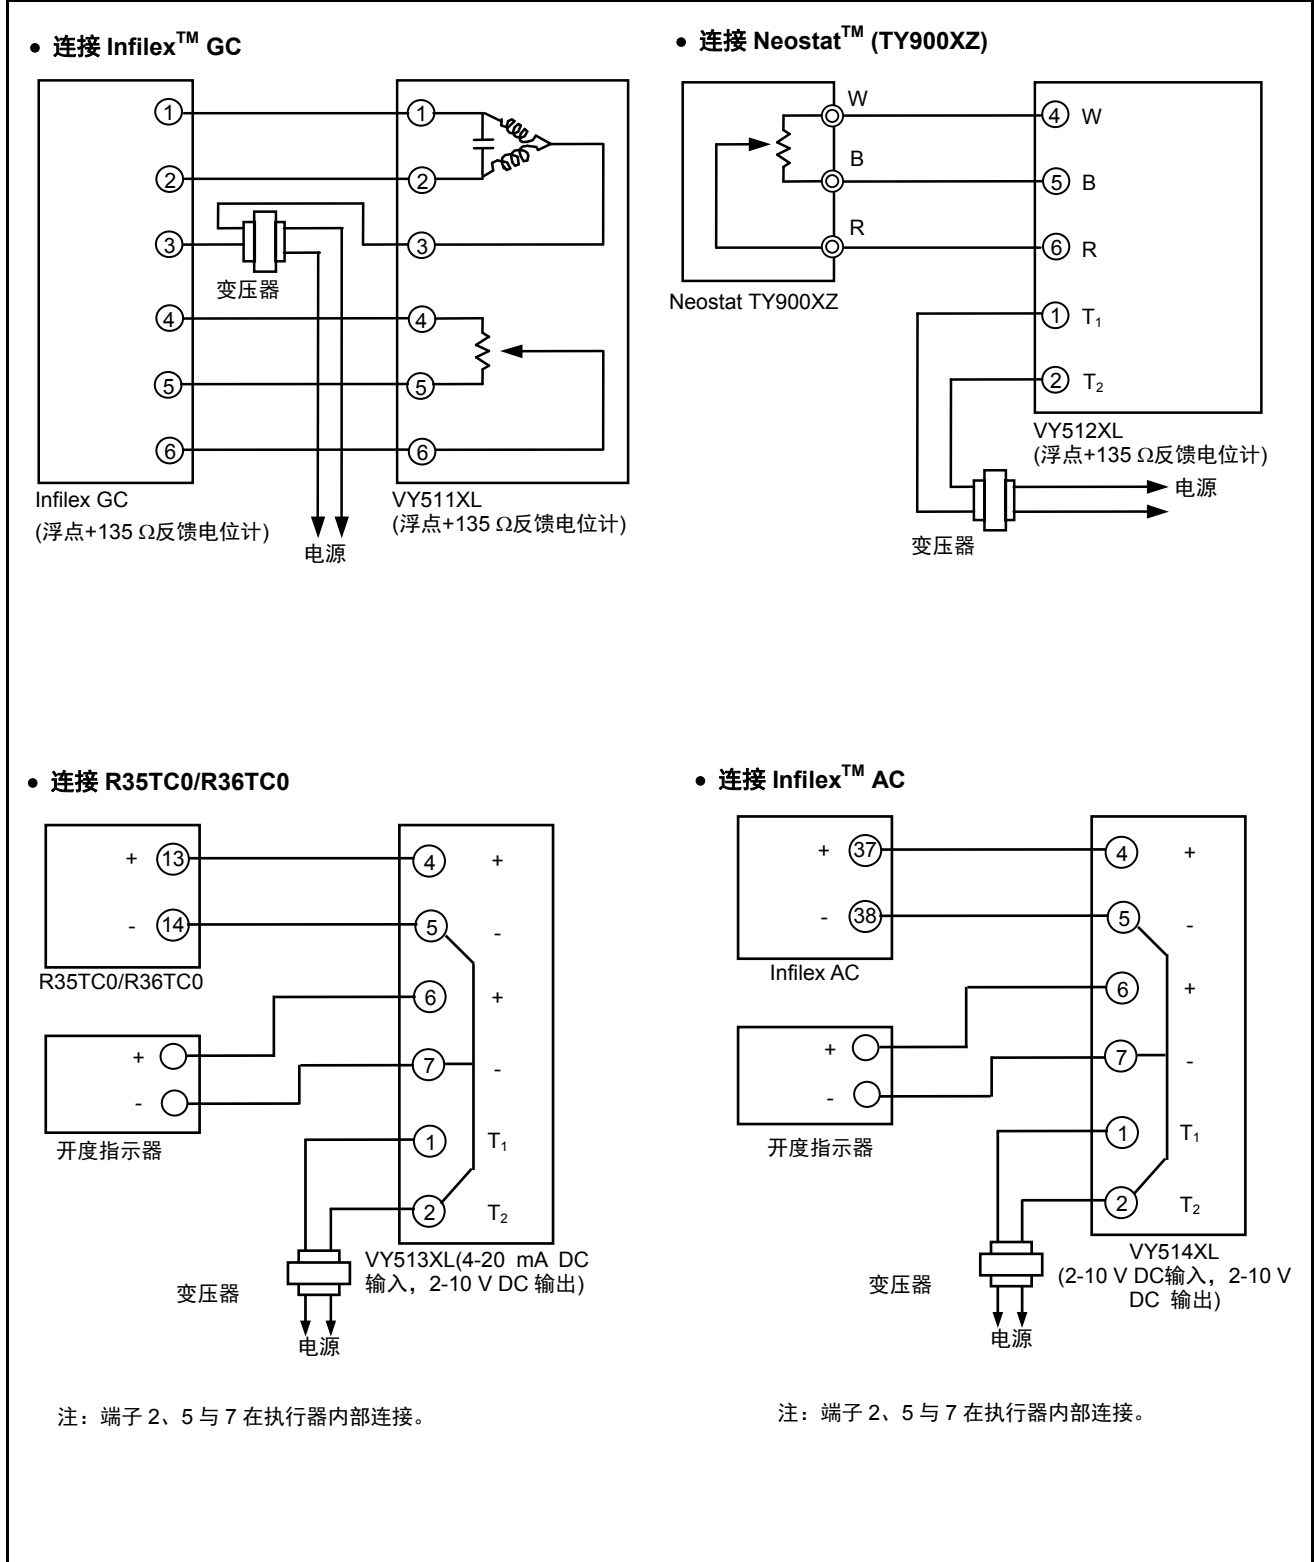

图 16 配线示例(1/2)
- 3) 用M3.5螺丝将配线正确连接至端子, 请参照图11至15中的配线端子图以及图16和17中的配线范例(关于辅助开关或者辅助电位计的配线, 请参照图18)。